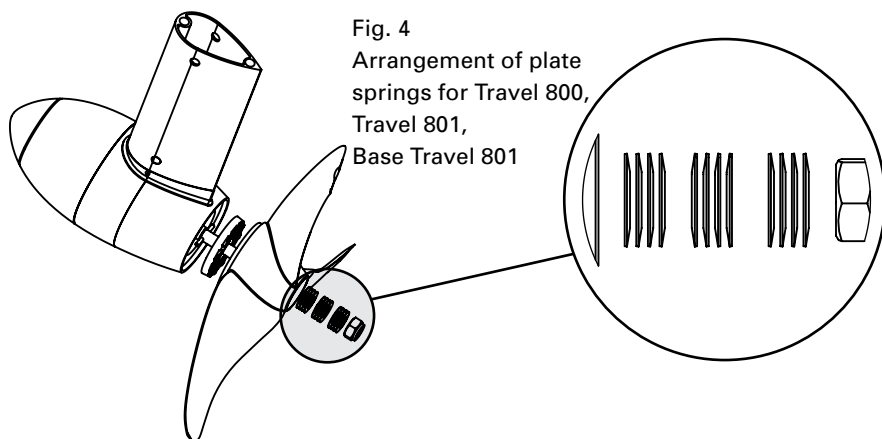

Fig. 4
4. Fassen Sie alle zwölf der  $\varnothing 20$  mm Tellerfedern zu drei Paketen mit je vier Tellerfedern zusammen. Die Tellerfedern jedes Pakets müssen dabei gleichsinnig geschichtet werden. Stecken Sie die Tellerfeder-Pakete gegensinnig auf die Getriebewelle. Die Öffnung des ersten Paketes muss dabei zum Propeller zeigen (d.h. das Paket wölbt sich vom Propeller weg). Das zweite Paket muss entgegen dem ersten Paket aufgesteckt werden. Das dritte Paket hat die gleiche Ausrichtung wie das erste Paket (Abb. 4).
4. Group together all twelve of the 20mm diameter plate springs into three packs of four springs each. The plate springs of each pack must be stacked facing in the same direction. Now place the plate spring packs in alternate directions onto the gear shaft. The opening of the first pack must face toward the propeller (i.e. the pack curves away from the propeller). The second pack must be slotted on the other way around to the first pack. The third pack has the same direction as the first pack (see fig. 4)
4. Partagez les douze rondelles ressorts de Ø 20 mm en trois paquets de quatre. Superposez les rondelles ressorts de chaque paquet en les orientant dans le même sens. Montez sur l'arbre d'entraînement les paquets de rondelles ressorts en disposant chaque paquet dans le sens inverse de l'autre. La face ouverte du premier paquet est orientée côté hélice (le paquet se courbant donc dans la direction opposée). Le deuxième paquet s'enfile dans le sens inverse au premier paquet. Le troisième paquet est orienté comme le premier paquet (Fig. 4).